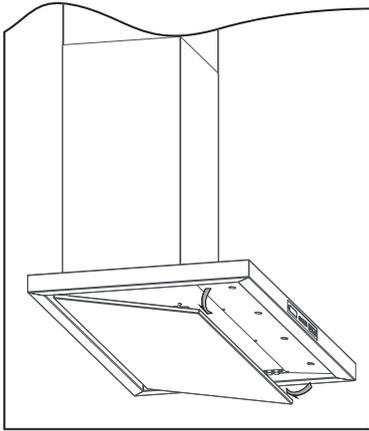

Abb.10: Randabsaugungsplatte aufklappen
- Randabsaugungsplatte aus der Arretierung lösen und nach unten klappen (rückseitige Scharniere verhindern ein Herausfallen) (⇒ Abb. 10).
Sie legen das Aktivkohlefilter-Pad in das Filtergehäuse. Dies jetzt oberhalb der herausgenommenen Metallfettfilter (⇄ Abb.10 + 11) mit den Laschen hinten einschieben, nach oben drücken und mit der Rändelschraube vorn mittig festschrauben.